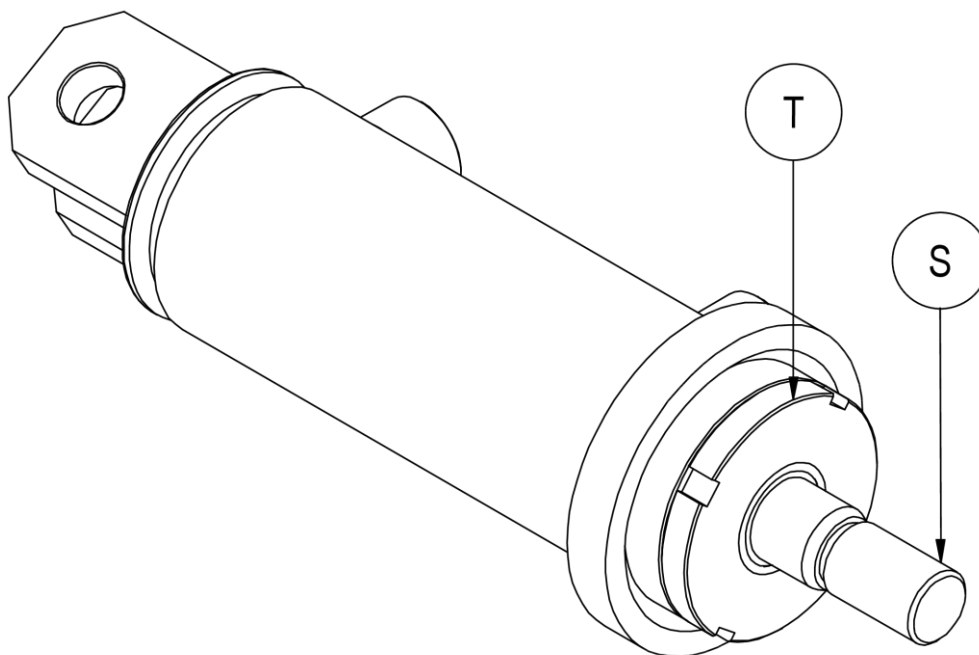

Figura 15
8. Prendere come riferimento la *Figura 15*.